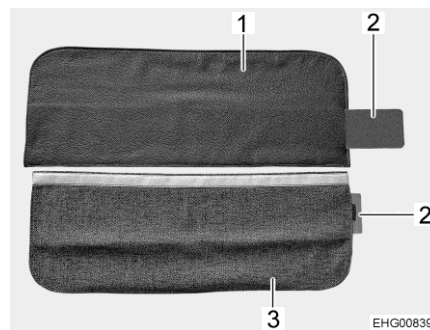

Bild 62 Sicherheitsgurtverkleidung
Die Sicherheitsgurtverkleidung kann aus Leder (Bild 62,1) oder aus Stoff (Bild 62,3) gefertigt sein.
- Metallverstärkung (Bild 62,2) komplett in Tasche der Sicherheitsgurtverkleidung (Bild 62,1 oder Bild 62,3) schieben.